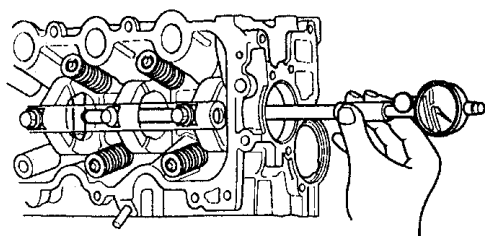

图 2-112 测量凸轮轴与座的油膜间隙
10) 清洁缸盖中的凸轮轴轴承座。如图 2-112 所示，用内径百分表测量每一个凸轮轴轴承座直径，并检查圆度。